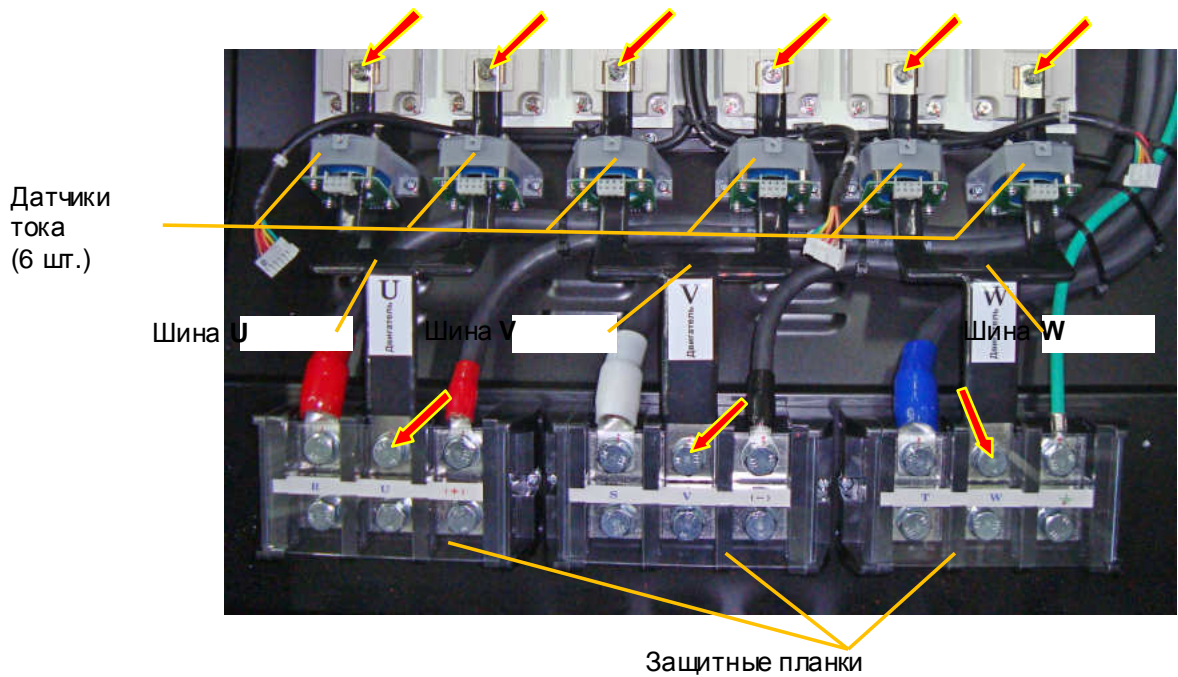

Рис. 6.12.
- 6.9.4. Демонтировать 3 защитные планки силовых клеммных колодок. Демонтировать шины выходных каналов U, V, W (рис. 6.12) выкрутив 6 винтов крепления к модулям IGBT и 3 болта силовой клеммной колодки (рис. 6.12, красные стрелки). Положить винты и шины в тару.